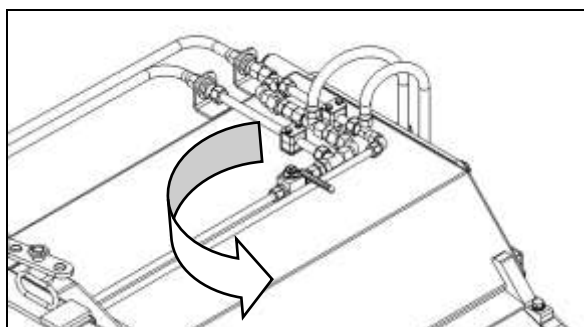

Fig. 4.10
- samt hydraulikcylinderen på opsamlerkassen (fig. 4.10) lukkes.